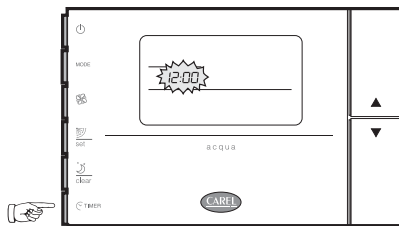

Fig. 2.11
- Tenere premuto il tasto timer per 5 secondi (Fig. 2.11);